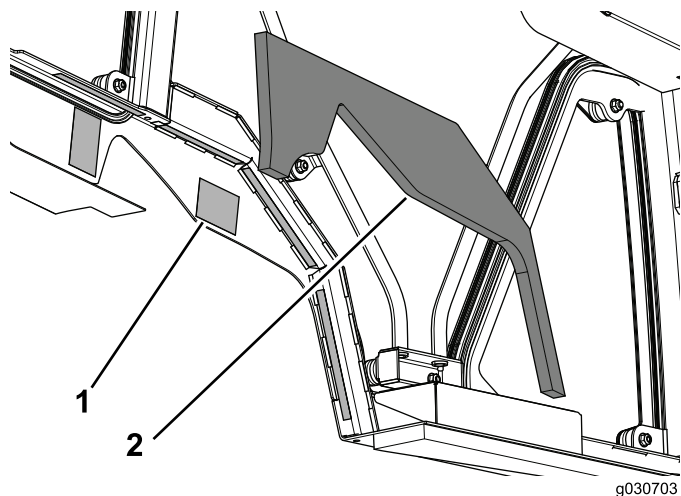

Figura 13
3. Retire o papel do verso da fita de dupla face em ambos os lados da cabina (Figura 13).
4. Aplique a esponja lateral esquerda na cabina (Figura 13).